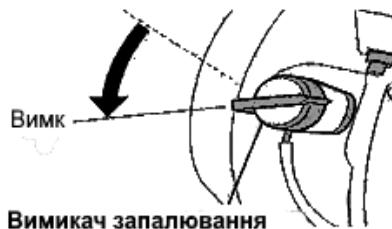

Рисунок 17
- 2) Переведіть вимикач запалювання у положення «Вимк» (рисунок 17);